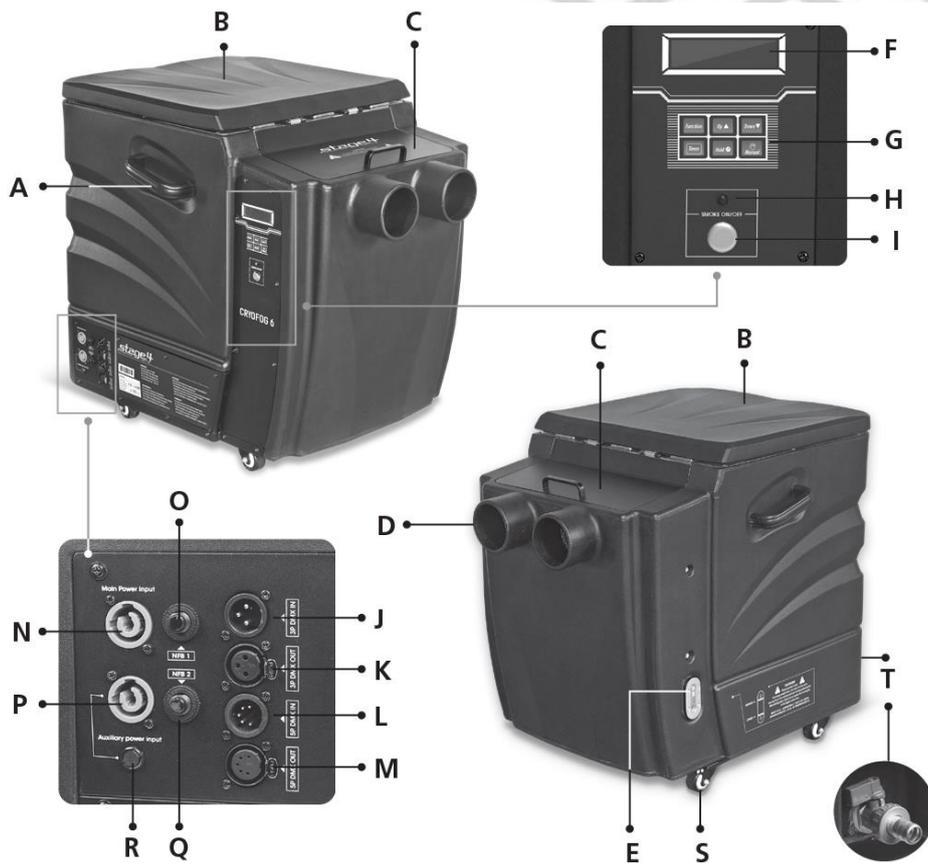

Рисунок 1
4. Залейте чистую воду в бак (Рисунок 1-С). Будьте осторожны, не превышайте ватерлинию, используйте только чистую воду. Если воды недостаточно, генератор автоматически перестанет работать.
5. Наденьте защитные перчатки, положите сухой лед в емкость для сухого льда и поместите в охлаждающую камеру (рис. 1-В).
7. Для управления используйте ЖК-дисплей и функциональные кнопки (Рисунок 1-Г) или контроллер DMX.